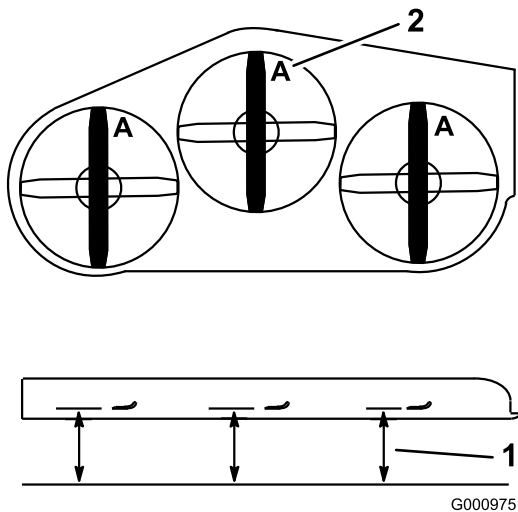

Figura 102
4. Mida desde una superficie nivelada hasta el filo de corte, posición **A**, de las cuchillas (Figura 102).